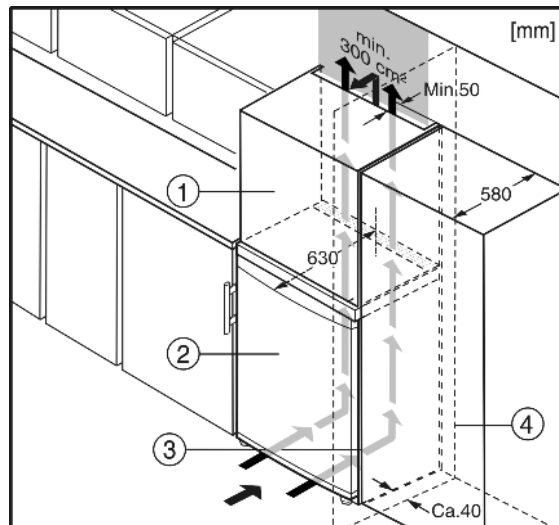

Fig. 5
- (1) Élément haut
- (2) Appareil
- (3) Placard de cuisine
- (4) Mur
L'appareil peut être entouré de meubles de cuisine. Pour adapter l'appareil Fig. 5 (2) à la hauteur des placards de la cuisine intégrée, on peut placer un élément haut Fig. 5 (1) au-dessus de l'appareil.
Lors de la transformation avec des placards de cuisine (profond. max. 580 mm) l'appareil peut être placé directement à côté du placard Fig. 5 (3). La porte de l'appareil saillit latéralement de 34 mm et au milieu de l'appareil de 50 mm par rapport à la face avant du placard de cuisine. Ainsi, elle se laisse ouvrir et fermer sans problèmes.
Si l'appareil est installé avec les charnières à côté d'un mur *Fig. 5 (4)*, la distance entre l'appareil et le mur doit être de 40 mm min. Ceci correspond à la saillie de la poignée lorsque la porte est ouverte.